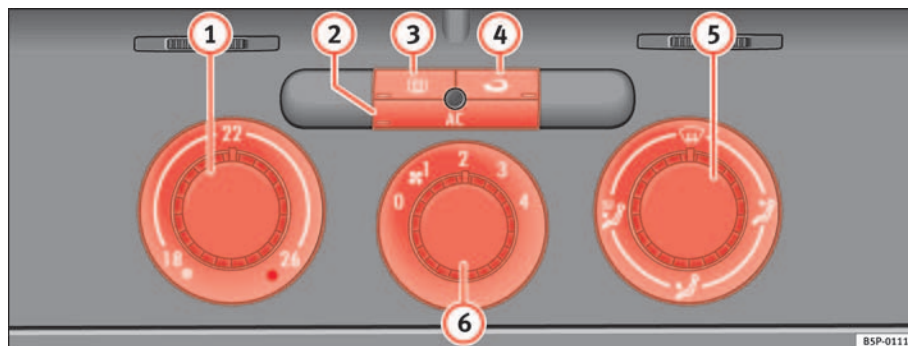

Abb. 123 In der Instrumententafel: Bedienelemente der Climatic
- Mit den Reglern ⇒ Abb. 123 ① und ⑤ und mit dem Schalter ⑥ stellen Sie die Temperatur, die Luftverteilung und die Gebläsestufe ein.
- Drücken Sie die jeweilige Taste ②, ③ oder ④, um eine Funktion ein- oder auszuschalten. Bei einer eingeschalteten Funktion leuchtet das Fenster unten an der Taste auf.
① Temperaturregler ⇒ Seite 151
② Taste **[AC]** – Kühlanlage ein-/ausschalten ⇒ Seite 151
③ Taste **[Symbol]** – Heckscheibenbeheizung. Etwa 20 Minuten nach dem Einschalten wird die Beheizung automatisch ausgeschaltet. Sie lässt sich vorzeitig durch Drücken der Taste ausschalten.
④ Taste **[Symbol]** – Umluftbetrieb ⇒ Seite 153
⑤ Luftverteilungsregler ⇒ Seite 151
⑥ Gebläseschalter. Der Luftstrom ist in vier Stufen einstellbar. Das Gebläse sollte immer bei langsamer Fahrgeschwindigkeit in niedriger Stufe mitlaufen.
- Schalten Sie die Klimaanlage mit der Taste $\Rightarrow$ **Seite 150, Abb. 123**  ein.